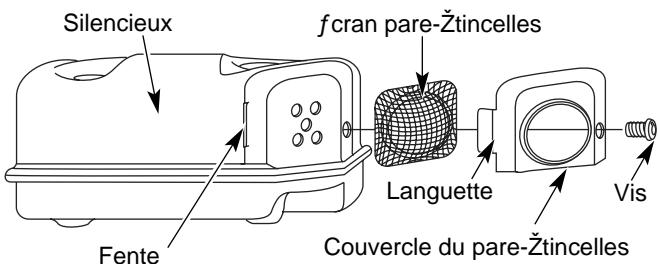

Fig. 41
2. Retirez la vis retenant le couvercle du pare-étincelles au silencieux à l'aide d'un tournevis à lame plate ou à moitié no. T-20 Torx (Fig. 41).